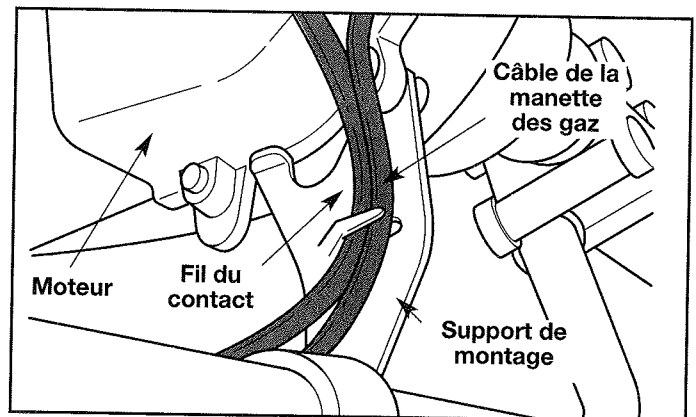

Fig. 13
8. Acheminez le fil du contact d'allumage et le câble de la manette à travers la fixation du support de montage droit du guidon (Fig. 13).